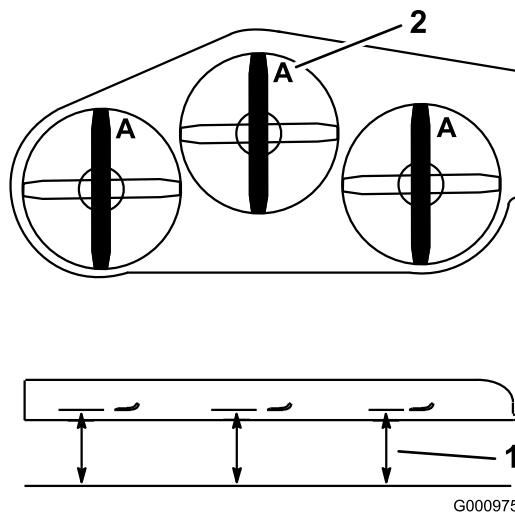

Figure 81
2. Mesurez la distance entre la surface plane et le tranchant (position A) des lames (Figure 81).